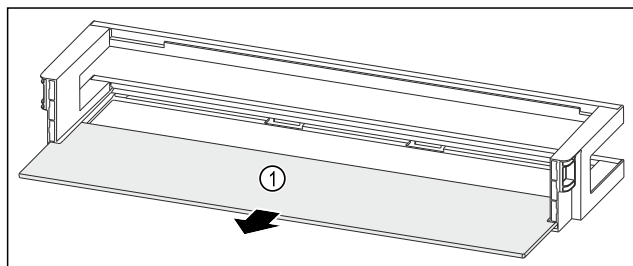

Fig. 99 Dveřní přihrádka s odkládací plochou
- Odkládací plochu Fig. 99 (1) odeberte.